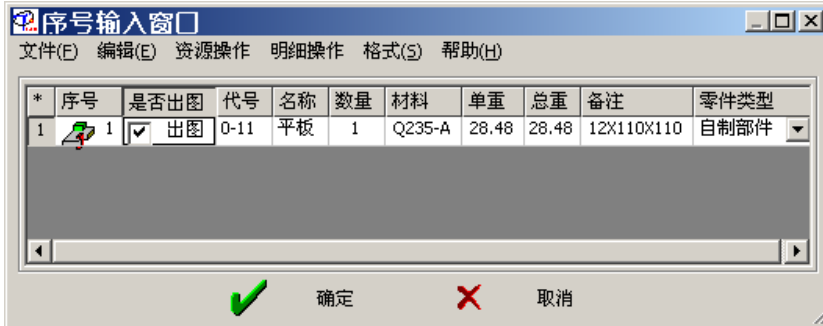

图 6-4
3. **填明细表内容:** 开关置“√”时, 在序号标注结束时, 出现“序号输入窗口”, 图 6-4, 此时可直接输入明细表内容。输入时可以通过调用“词句库”、“通用资源”、“通用编码”、“工程计算器”及“提取标准件”、“提取标题栏”等操作方便的进行明细表内容的编辑与修改。“零件类型”只能在下拉式列表框中选择一种零件类型, 目前系统提供了七种类型: 标准件、外购件、借用件、自制零件、自制部件、外委零件和外委部件。“是否出图”选
出现：对话框，如图 6-4。